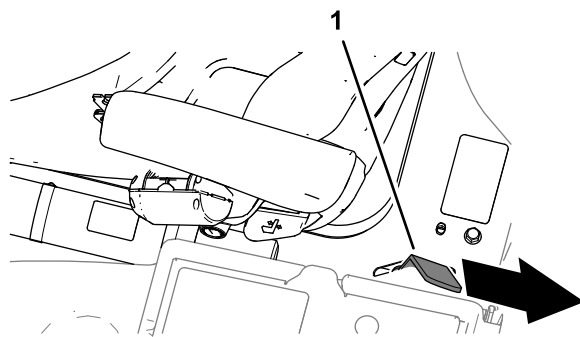

Figura 55
3. Baje la plataforma del todo y mueva la palanca de cierre de la plataforma hacia la parte trasera de la máquina hasta que el cierre se enganche del todo en la barra de bloqueo (Figura 55).